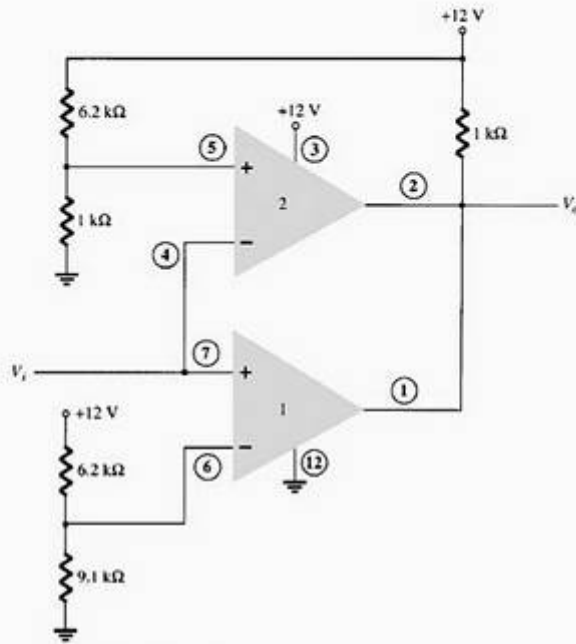

Figura 16.43 Problema 7.
- *7. Descreva a operação do circuito da Figura 16.43.